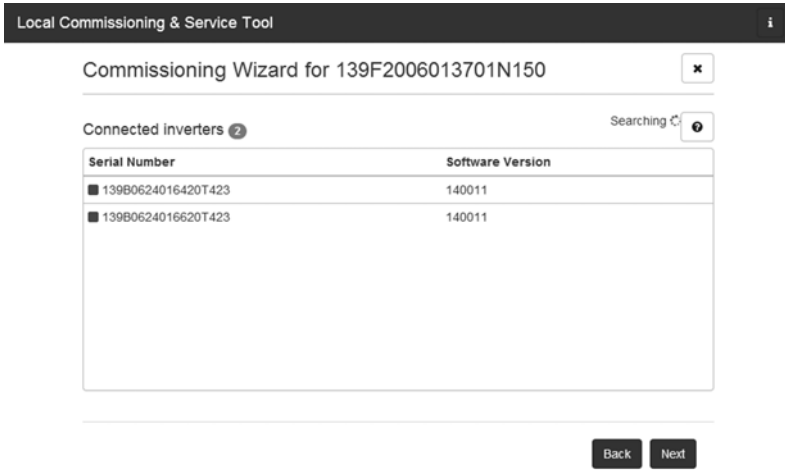

Figure 11: LCS-Tool - liste des onduleurs connectés
6. Une liste des onduleurs identifiés par le SMA Inverter Manager sélectionné apparaît (voir figure 11).